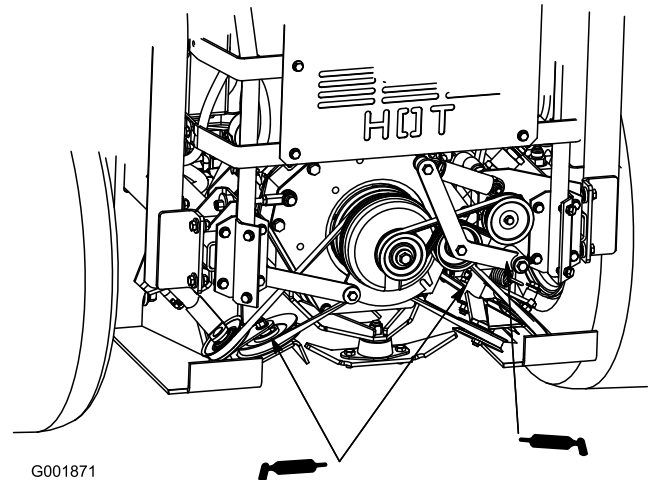

Figure 39
1. Graissez le bras de la poulie de tension de la courroie du ventilateur de refroidissement (Figure 39).
2. Graissez le bras de la poulie de tension de la courroie d'entraînement (Figure 39).